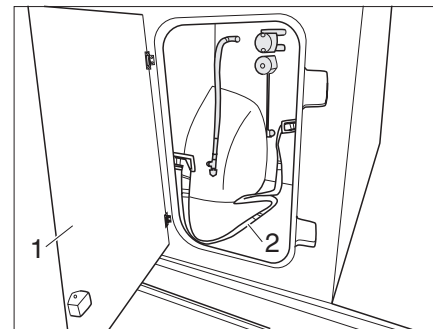

Fig. 59 Sportello di accesso alla bombola del gas
- ▶ Aprire lo sportello di accesso (Fig. 59,1) al vano portabombole.
- ▶ Fissare la bombola del gas con le cinghie di fissaggio (Fig. 59,2).
▶ Chiudere lo sportello di accesso (Fig. 59,1).